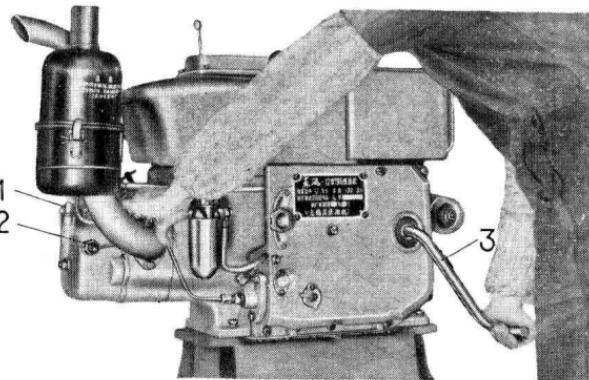

图7 摆车起动
2. 左手打开减压器，右手摇转柴油机，并逐渐加快，当转速摇到最快时，迅速放松左手，使减压器依靠其自身的弹簧扭力回复，此时气缸内气体受到压缩，但右手仍应握住起动手柄继续全力摇转，柴油机即能起动(图7)。